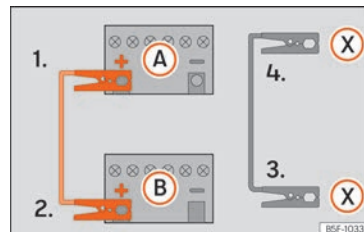

Abb. 79 Anschlussschema für Fahrzeuge mit Start-Stopp-System.
- 4b. Bei Fahrzeugen mit Start-Stopp-System: ein Ende des schwarzen Starthilfekabels (X) an einen geeigneten Masseanschluss, ein massives, fest mit dem Motorblock verschraubtes Metallteil oder an den Motorblock selbst anklammern » » » Abb. 79.
5. Klemmen Sie das andere Ende des schwarzen Starthilfekabels (X) im Fahrzeug mit der entladenen Batterie an ein mit dem Motorblock verschraubtes, massives Metallteil oder an den Motorblock selbst, aber so weit wie möglich von der Batterie (A) entfernt an.